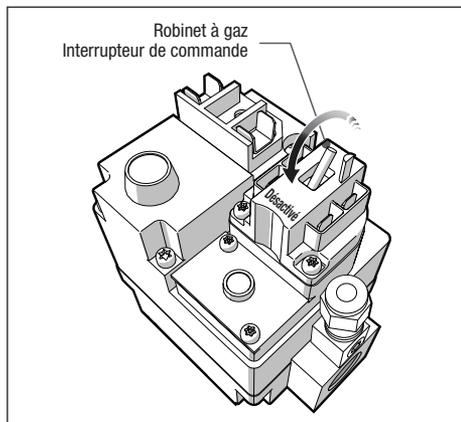

Figure 32. Robinet à gaz
- Basculer l'interrupteur de commande de gaz sur la position OFF (arrêt). Se reporter à la *Figure 32*.
- Attendre cinq (5) minutes pour éliminer tout gaz, puis sentir pour détecter une odeur de gaz, y compris près du sol. **EN CAS D'ODEUR DE GAZ, ARRÊTER!** Suivre les instructions de la section **Que faire en cas d'odeur de gaz** (voir la *Section 1.1, Consignes générales de sécurité*).